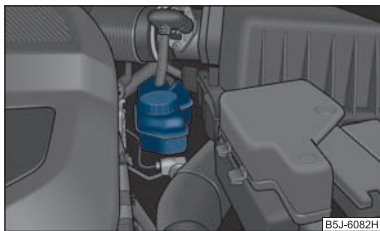

Fig. 143 Compartiment moteur: Réservoir de liquide de frein
- Contrôlez le niveau de liquide de frein dans le réservoir ⇒ fig. 143. Celui-ci doit arriver entre les marques « MIN » et « MAX ».